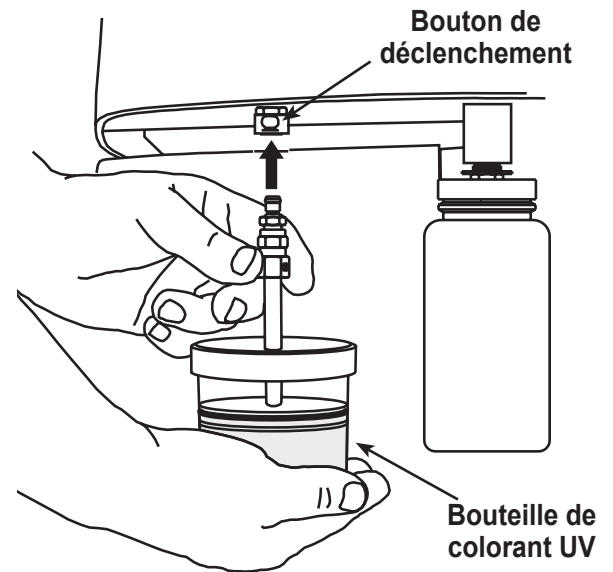

Figure 2
6. Reportez-vous à la Figure 2. Tenez l'ensemble par le connecteur tout en supportant la partie inférieure de la bouteille en plastique pour maintenir le contact du piston avec le colorant UV. Encliquez le connecteur dans le coupleur sur l'unité.